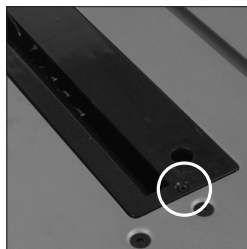

Abb. 43
- Entfernen Sie die Tischzugangsplatte, indem Sie die Senkkopfschraube von der Vorderkante der Zugangsplatte entfernen. (**Abb. 43**)